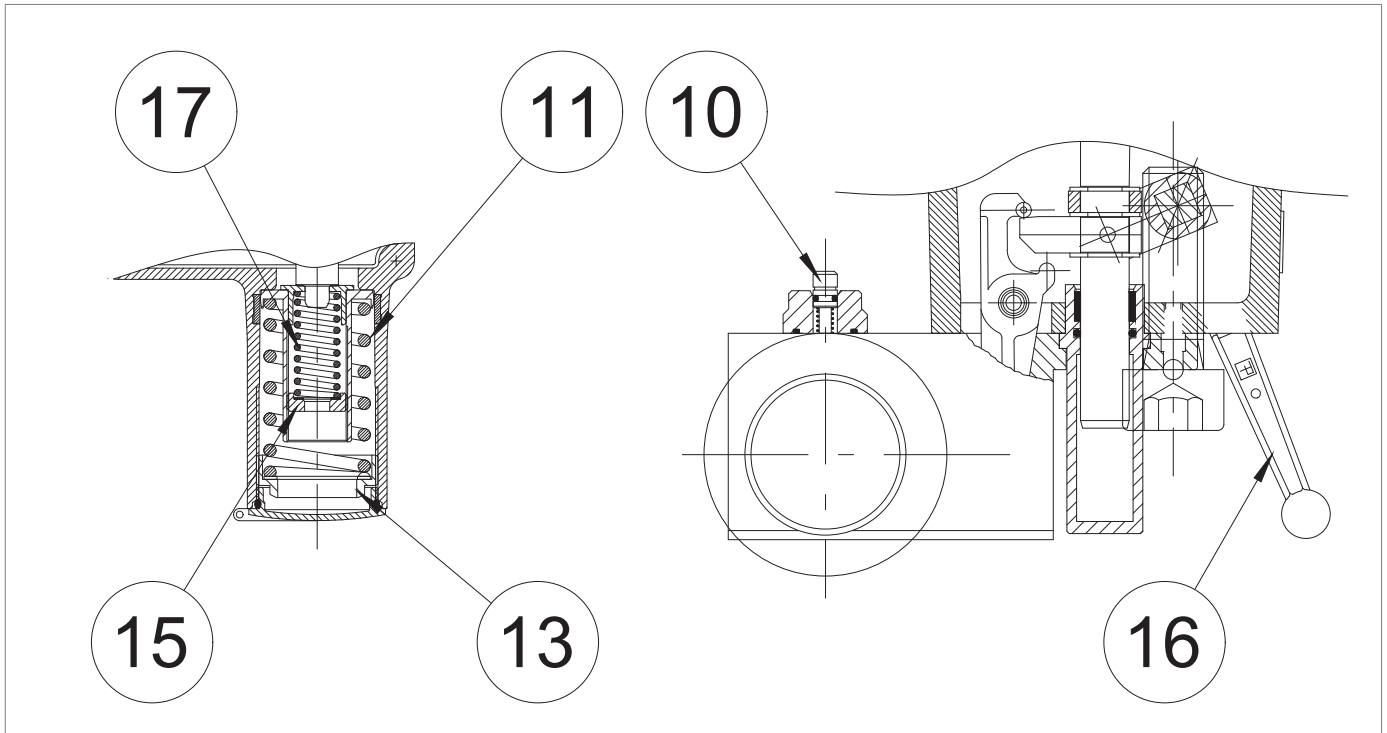

Fig. 8.34. Calibración de los presostatos mod. 100
2	Compruebe que la válvula de bloqueo incorporada esté en posición cerrada. ¡ATENCIÓN! Si la válvula de bloqueo incorporada está en posición abierta, ciérrela mediante el botón manual (Fig. 8.34, ref. 10).